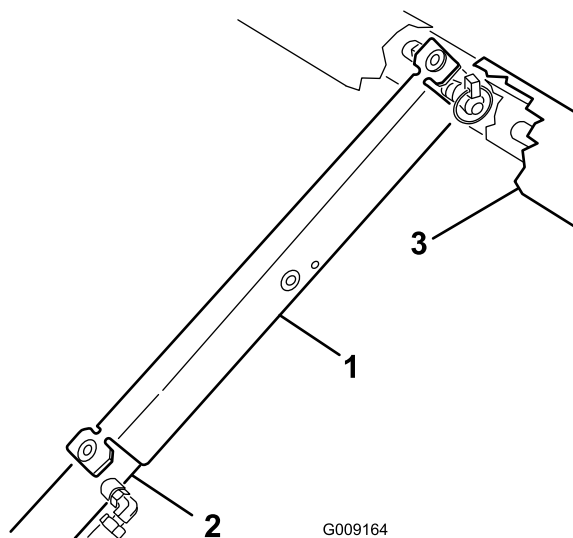

Figura 12
9. Coloque el soporte de la plataforma a presión sobre el vástago del cilindro, asegurándose de que los extremos del soporte descansan sobre el extremo del cilindro y sobre la rótula del vástago (Figura 12).